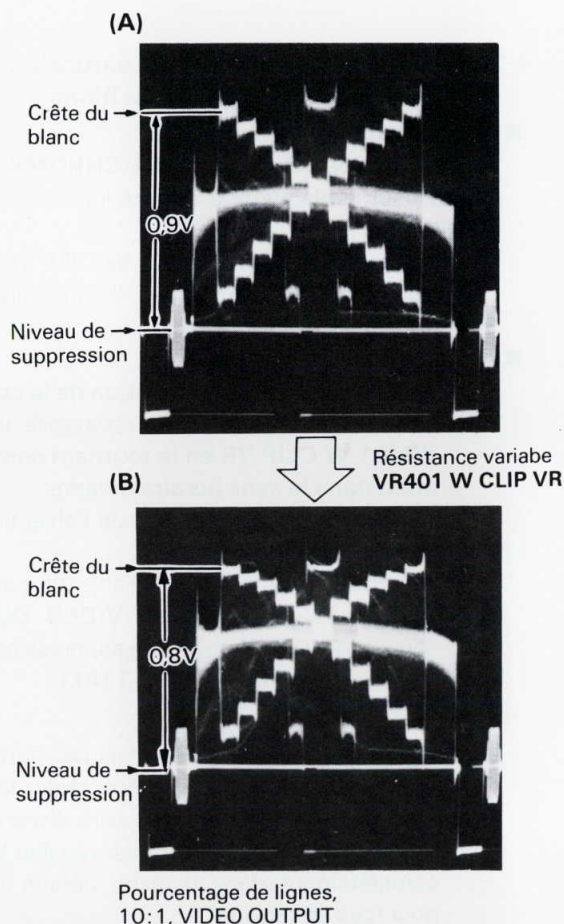

Fig. 4-16-2 Réglage d'écrêtage du blanc
- (1) Comme représenté sur la Fig. 4-16-2 (A), régler le diaphragme de l'objectif pour obtenir **0,9V** niveau de suppression-crête du blanc.
- (2) Comme représenté sur la Fig. 4-16-2 (B), régler la résistance variable **VR401 W CLIP VR** pour caler la valeur d'écrêtage du blanc à **0,8V** niveau de suppression-crête du blanc.